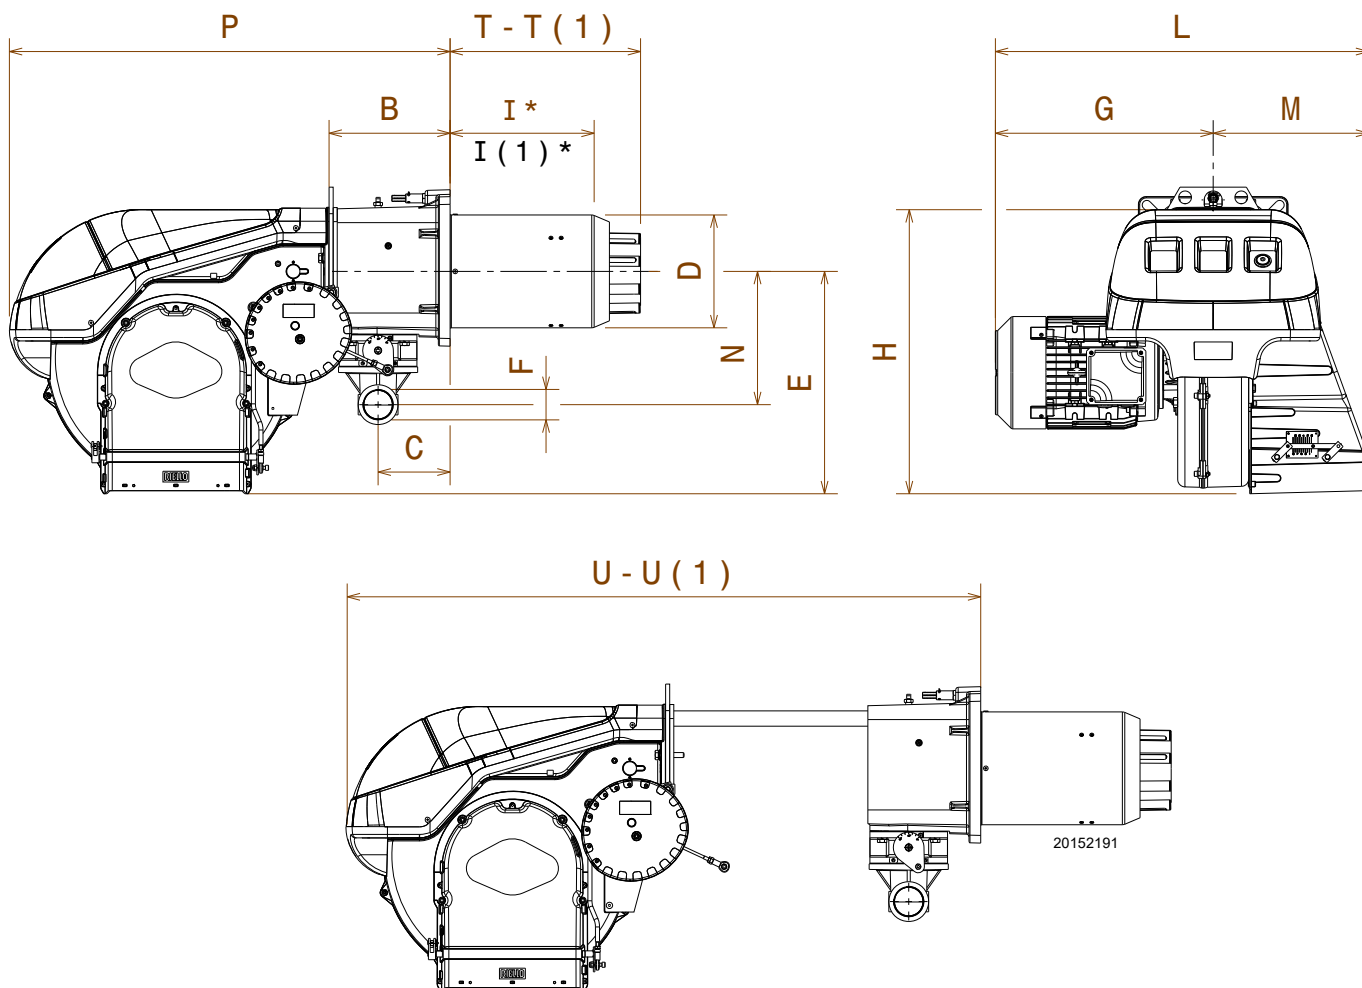

Fig. 1
L'ingombro del bruciatore è riportato in Fig. 1.
* Lo spessore massimo della porta della caldaia è riferito alla quota "I" (Fig. 1 a pag. 10).